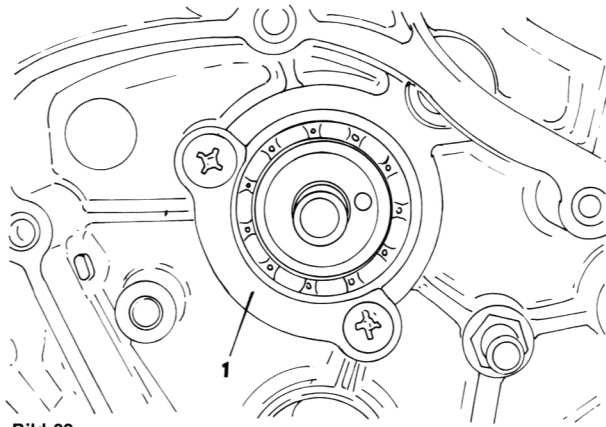

Bild 82
- Lageranschlagplatte («1» in Bild 82) ausbauen.